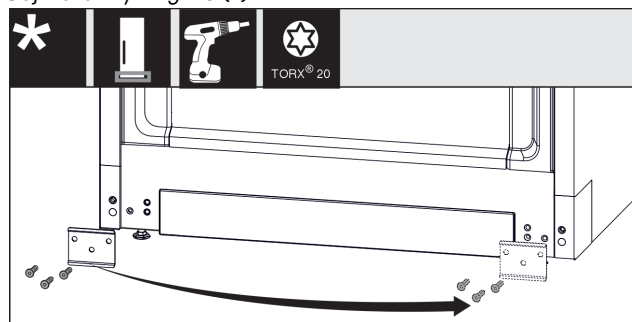

Fig. 19
- Odšroubujte plech Fig. 19 (1), přesuňte jej na druhou stranu a přišroubujte jej zpět.